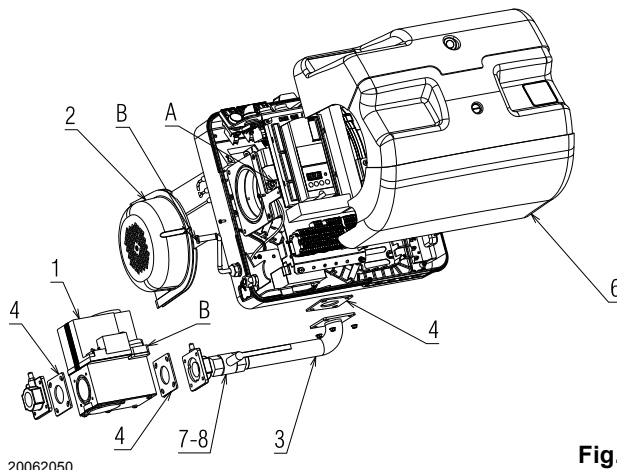

Fig. 16
- Fix the train assembly 1)(Fig. 16). Interpose the gas pipe 3) nuts and the groover washer 4), the manual valve 7) and nipple 8).
- Insert the cover 6) (Fig. 16).